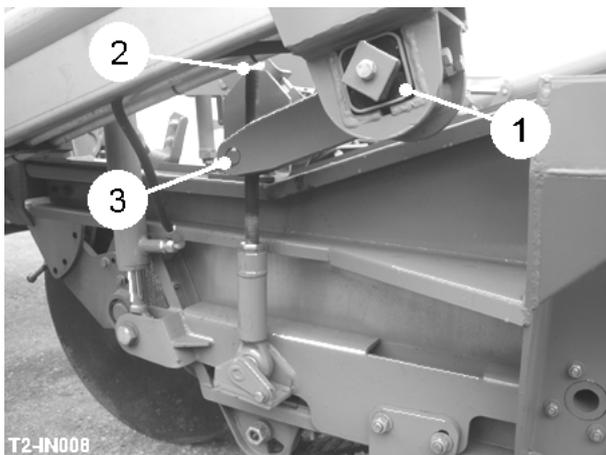

Fig 9
Si requerir, el cavador conjunto puede ser suspendido sobre los bloques de torsión de goma (item 1, fig 9). Este humo inmediato normalmente set actuar cuando el cavador está operando en condiciones donde la cacerola de tierra es close to el cavar la profundidad y la profundidad máxima tiene que ser limitado.
La suspensión es puesta con el excavador en la profundidad máxima. Abandone las nueces de cierre (item 2, fig 9), y déjelos sin aliento down a the top of el trunnion (item 3, fig 9). Continue dejar sin aliento las nueces equitativamente sobre ambos lados, un turno lleno a la vez, hasta que el humo inmediato de "Oírse saliendo" requerido extendió la mano con la profundidad cavando máxima todavía conservada. Definitivamente, retighten las nueces de cierre.